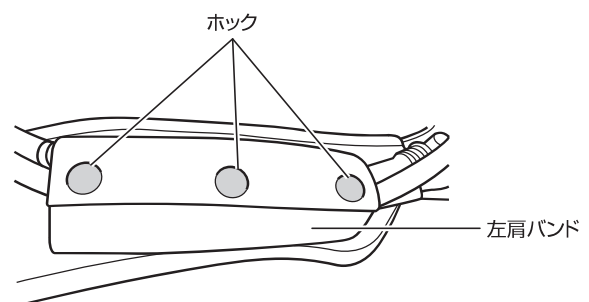

図78 ホック(3箇所)を外す
2. 中圧ホースと圧力指示計導気管をとめている左肩バンドのホック(3箇所)を外す。(図78参照)